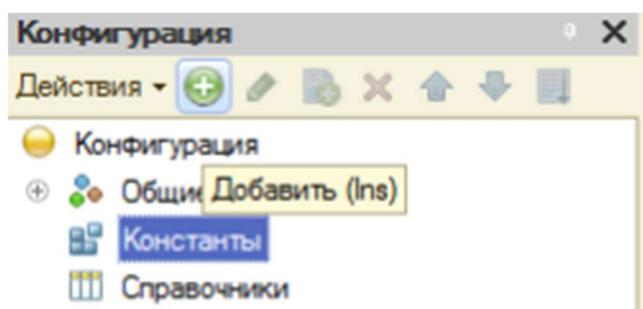

Рисунок 26 - Добавление объекта конфигурации
- Установите курсор на ветку объектов конфигурации, где хотите создать объект и нажмите кнопку-пиктограмму **Добавить** (рисунок 26).